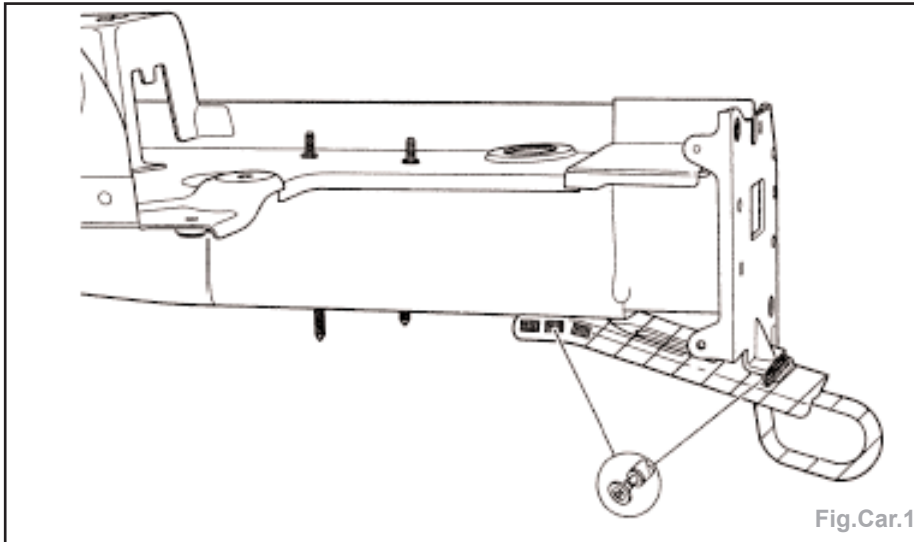

Fig.Car.1
- dégraffer l'accostage d'origine (Fig.Car.1),